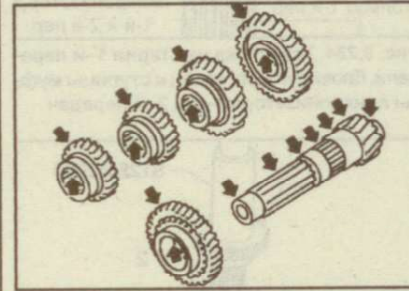

Рис. 9.229. Места проверки вторичного вала и шестерен
- Проверьте шестерни на отсутствие чрезмерного износа, сколов или трещин (рис. 9.229).